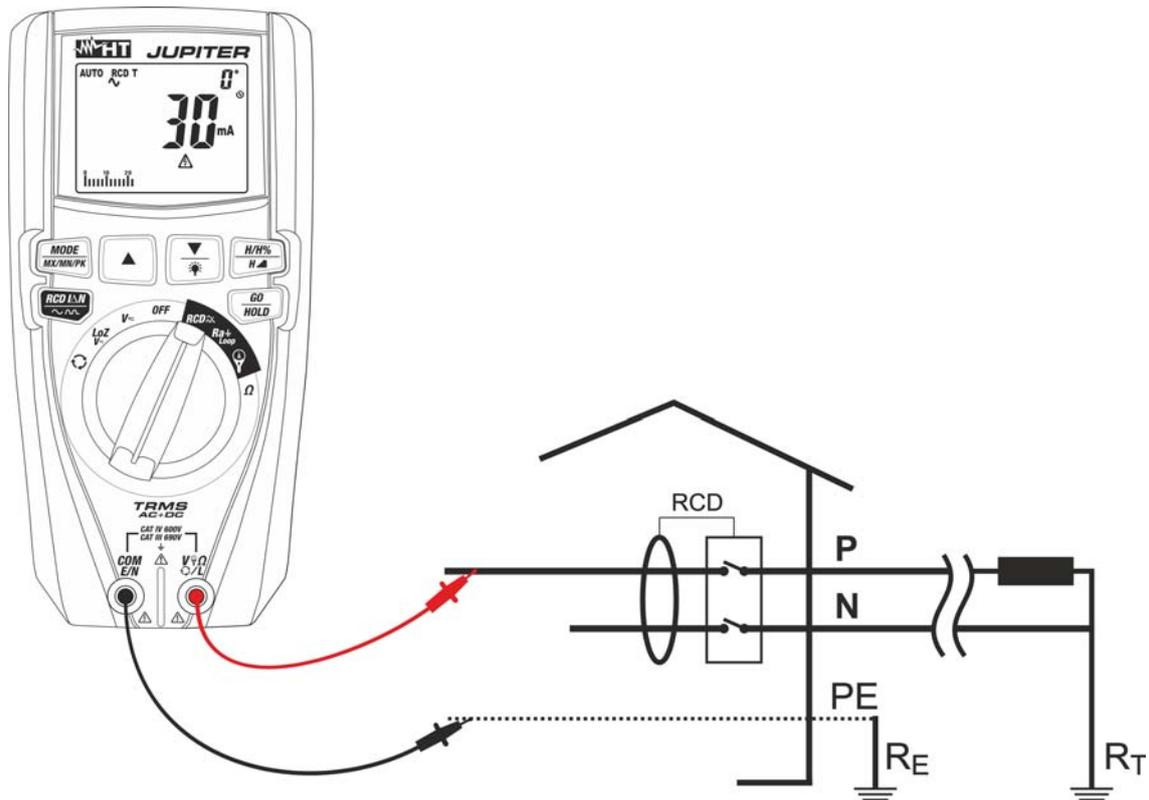
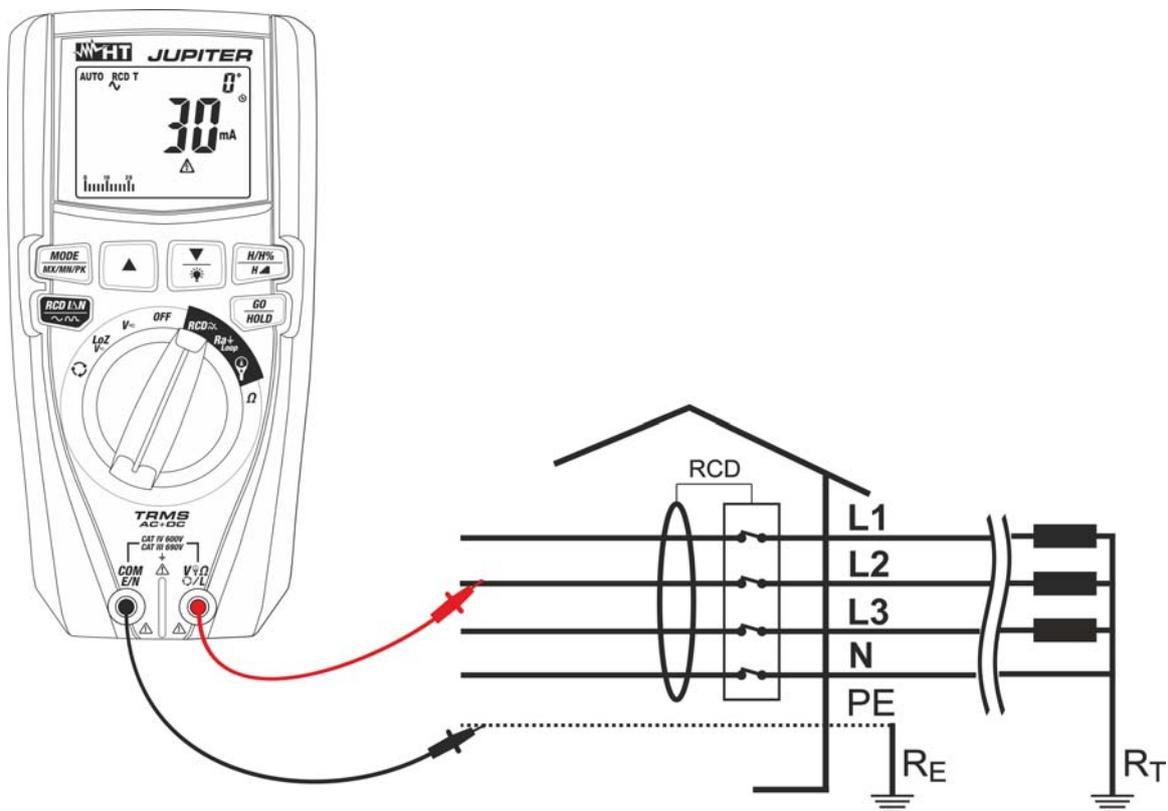

Fig. 30: Uso do instrumento para teste do RCD num sistema Monofásico com ponteiras de medida
Fig. 31: Uso do instrumento para teste do RCD num sistema Trifásico com ponteiras de medida
7. No caso de uso das ponteiras de medida inserir o condutor vermelho no terminal de entrada **V_Ω** e o condutor preto no terminal de entrada **COM/E/N** e ligar o instrumento à instalação em exame (ver Fig. 30 ou Fig. 31). A presença da tensão Fase-Terra é mostrada na barra gráfica